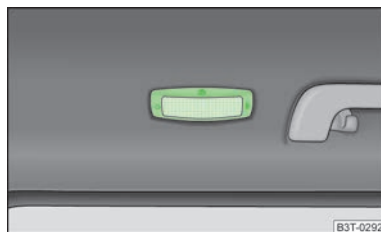

Fig. 40
- Presionar el cristal cobertor en la zona del símbolo  » fig. 40.